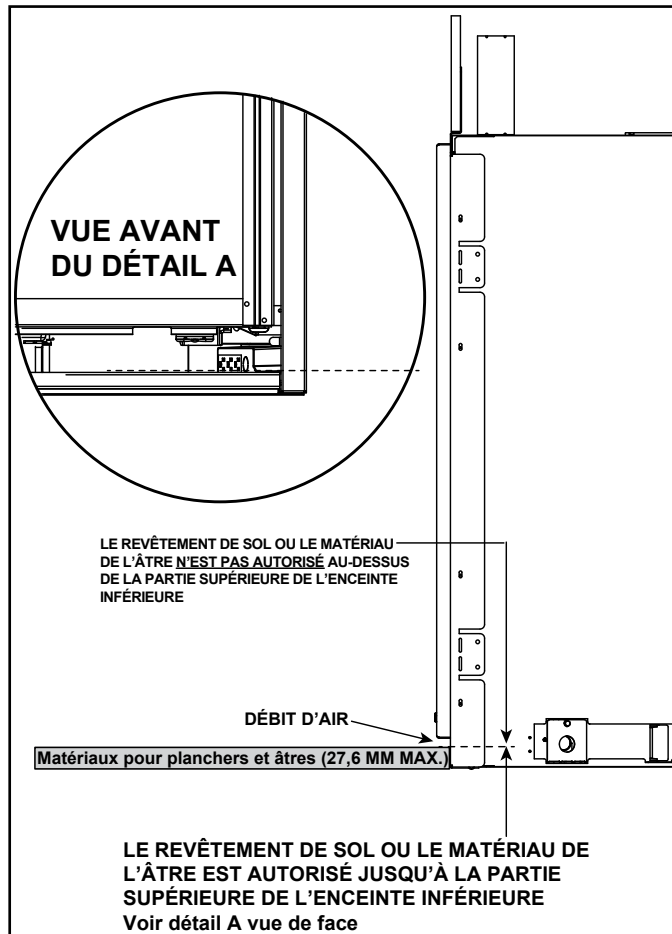

Figure 3.17 Matériaux du plancher et de l'âtre autorisés
- Les revêtements de sol et les matériaux de l'âtre sont autorisés jusqu'au sommet de l'enceinte inférieure, mais pas au-dessus, afin de permettre une bonne circulation de l'air à partir de l'appareil. Voir la figure 3.17.